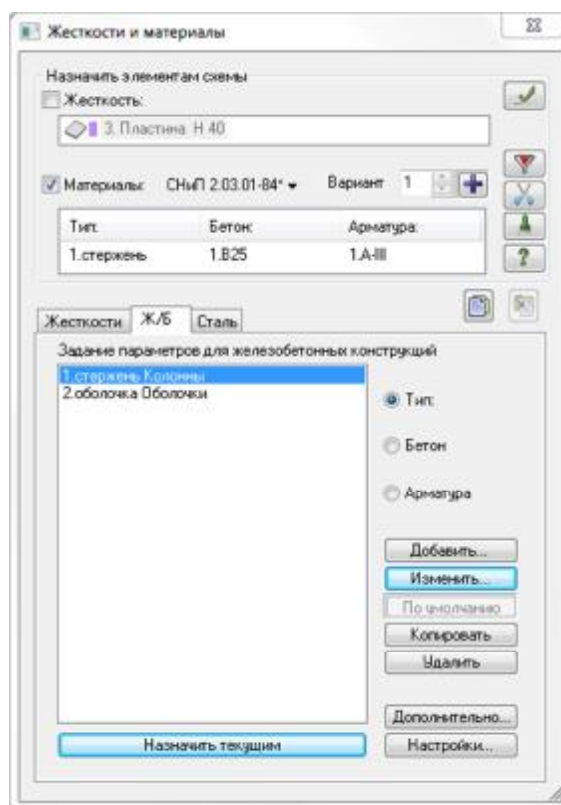

Рис.3.21. Диалоговое окно **Жесткости и материалы**
- ▶ В этом диалоговом окне щелкните по второй закладке **Ж/Б (Задание параметров для железобетонных конструкций)** (рис.3.21).